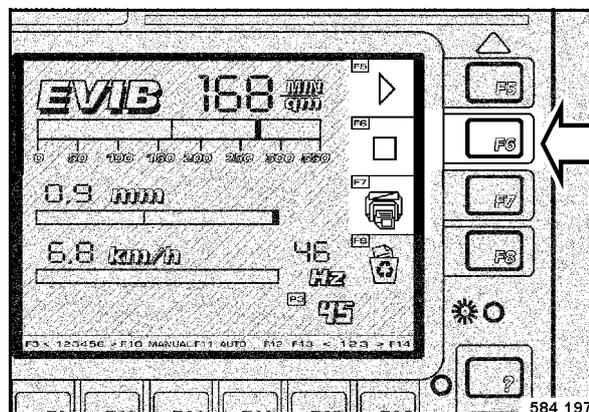

Рис. 101
- Переезды передним и задним ходом производятся по полотну до тех пор, пока после нажатия кнопки останова F6 не погаснет зеленое поле слева рядом с F5 (Рис. 101), а под ним загорится красное контрольное поле F6.